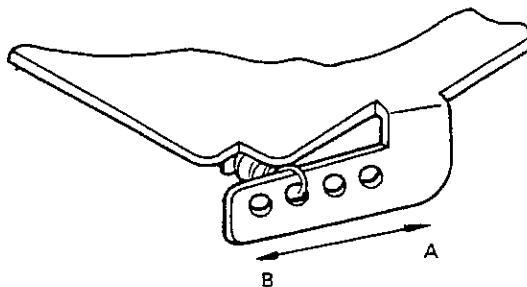

Abbildung 16.
1. Wenn der Bandzug unter 50 bis 57 g.cm beträgt, korrigiert man die Aufhängung der Feder in Pfeilrichtung A, Abb. 16 und überprüft nochmals.
2. Wenn der Bandzug größer als 50 bis 57 g.cm ist, korrigiert man die Aufhängung der Feder in Pfeilrichtung B, Abb. 16 und überprüft nochmals.